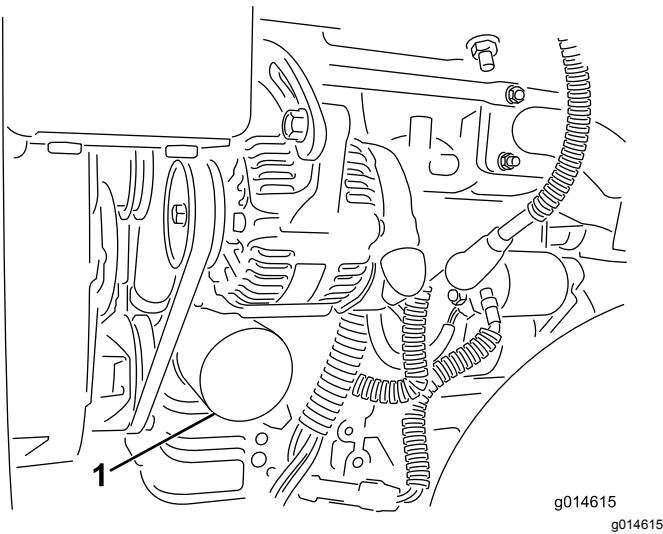

Figure 43
2. Déposez le filtre à huile (Figure 43). Appliquez une fine couche d'huile sur le joint du filtre de rechange.